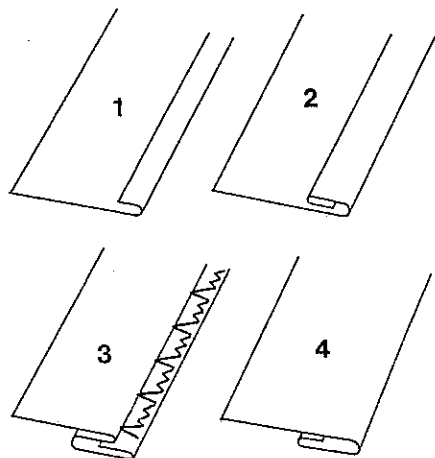

Fig. 43
Den Blindstichfuß einrasten und den Einstellzeiger unter das Blindstichsymbol stellen. Stoff mit der Innenseite nach oben legen und 1 cm einschlagen (1 Abb. 43). Den Saum in der gewünschten Breite umschlagen, wie in Zeichnung 2 gezeigt und heften. Nun den Saum so nach unten schlagen, daß die Kante des Umschlags etwa 3 mm vorsteht (3).
Turn the fabric wrong side up and fold its edge back by 1 cm (abt. 1/2"), as shown at 1 in Fig. 43. Then fold the material to the desired hem width, as shown in drawing 2, and baste. Fold the hem down so that its folded edge protrudes by about 3 mm (abt. 1/8"), as shown in drawing 3.
Mettre en place le pied pour points invisibles et placer l'index sous le symbole pour points invisibles. Mettre en place le tissu, l'envers en haut et replier le bord sur 1 cm (fig. 43). Replier et bâtir ensuite l'ourlet sur la largeur voulue, selon le croquis 2. Rabattre l'ourlet vers le bas de sorte que le bord du repli de 1 cm dépasse de 3 mm environ (croquis 3). Placer le tissu ainsi plié sous la semelle du pied-de-biche et descendre le relève-pied.
Mettere la stoffa al rovescio e piegarla di circa 1 cm (1 fig. 43). Piegare l'orlo nella larghezza desiderata come mostra fig. 2 ed imbastirlo.